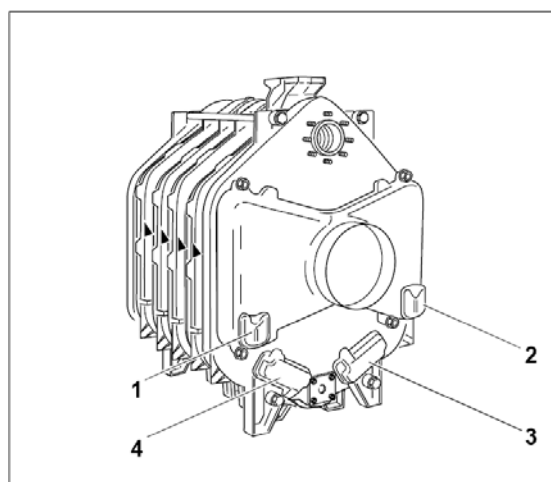

Fig. 27
På Fig. 27 visas den färdiga baksektionen med renskåporna på rökboxen (Fig. 27, **pos. 1 och 2**) och renskåporna på baksektionen (Fig. 27, **pos. 3 och 4**).